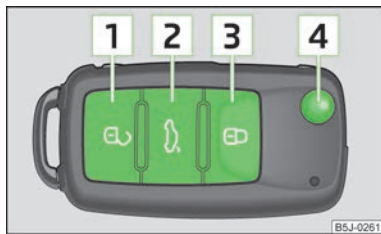

Fig. 12
- > Apăsați tasta **1** » fig. 12.
- > Apăsați tasta **2** » fig. 12.
- > Apăsați tasta **3** » fig. 12 de două ori, în interval de 2 secunde. Informații suplimentare » pagina 25.
- > Apăsați tasta **2** » fig. 12. Informații suplimentare » pagina 31.
- > Apăsați tasta **4** » fig. 12.
- > Apăsați tasta **4** » fig. 12 și rabatați înspre înapoi profilul cheii.